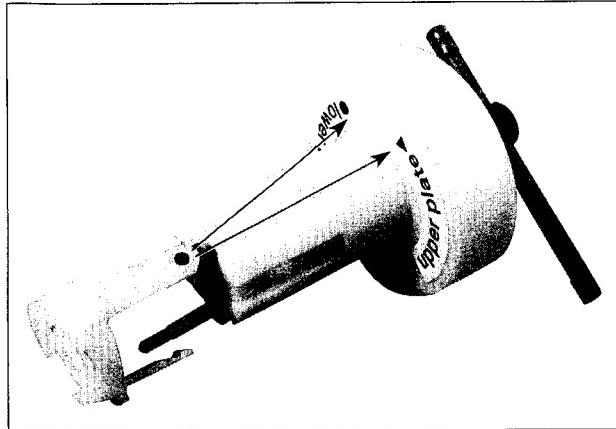

Abb. M3
- Referenzelement des Abziehwerkzeugs auf das Symbol ∇ ausrichten (Abb. M3) und oberes Klemmelement der Kopfscheibe entfernen (kurze Stifte).
- Zum Entfernen des unteren Klemmelements der Kopfscheibe (lange Stifte; siehe Abb. M3) das Referenzelement des Abziehwerkzeugs auf das Symbol \circ ausrichten. Hebel des Abziehwerkzeugs in Position „CLOSE“-bringen. Abziehwerkzeug durch die 3 Bohrungen auf das untere Klemmelement der Kopfscheibe aufsetzen, wobei die 3 Stifte gut in das Klemmelement eingreifen müssen. Klemmelement durch Drehen des Hebels um 90° lösen und die Kopfscheibe abziehen.